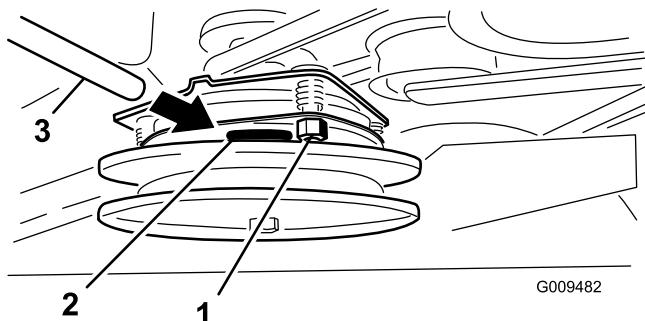

図 60
2. 調整が必要な場合は、0.381 mm のすきまゲージを使い、3ヶ所の調整スロットそれぞれで調整する。すき間ゲージがかるくはさまれるがまだ楽に動かせる程度までロックナットを締め付ける（図 60）。